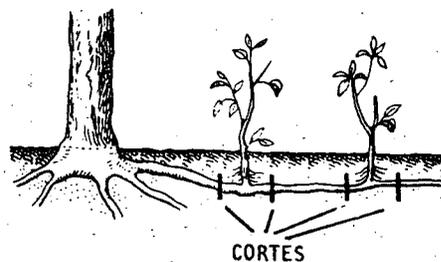

Fig. 5
*Filhotes*, plantinhas que crescem nas folhas ou raízes e, separadas delas, originam indivíduos idênticos (fig. 5).